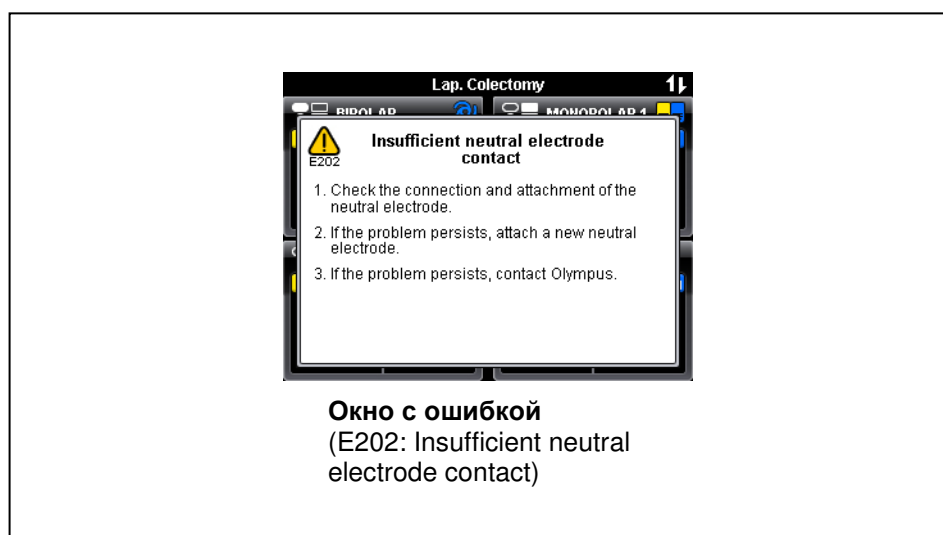

Рис. 4.9
2. Убедитесь, что отображается окно с ошибкой (E202, см. рис. 4.9) и слышен звуковой сигнал.